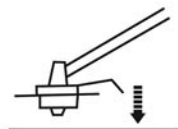

Fig. 19
- > Capul de cositoare portabilă prezintă un buton [33] pentru prelungirea firului de tăiere [34] în timpul utilizării. Pentru a prelungi firul de tăiere, loviți ușor butonul de o suprafață tare (Fig. 19).